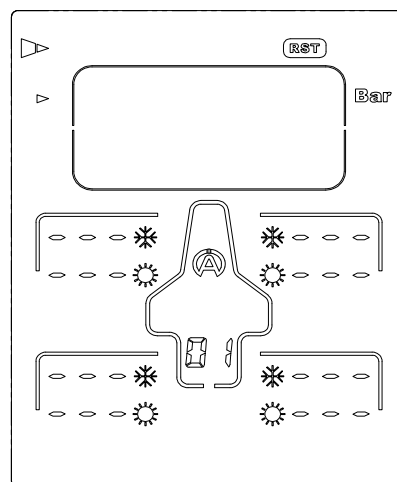

Figura 11
- 2) Pressione o botão central  durante 1 segundo, para eliminar todos os dados (figura 11)